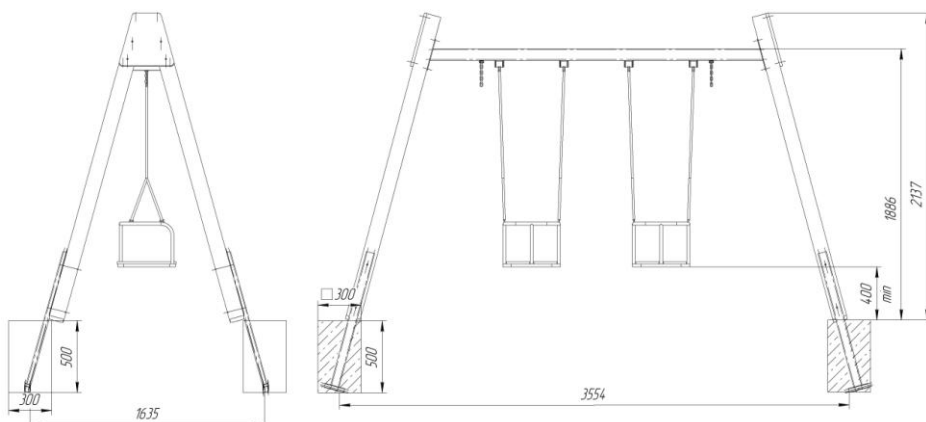

Рис. 1 Схема бетонирования и высот
1. Подготовьте фундаментные ямы согласно схеме (Рис.1) глубиной 500мм.